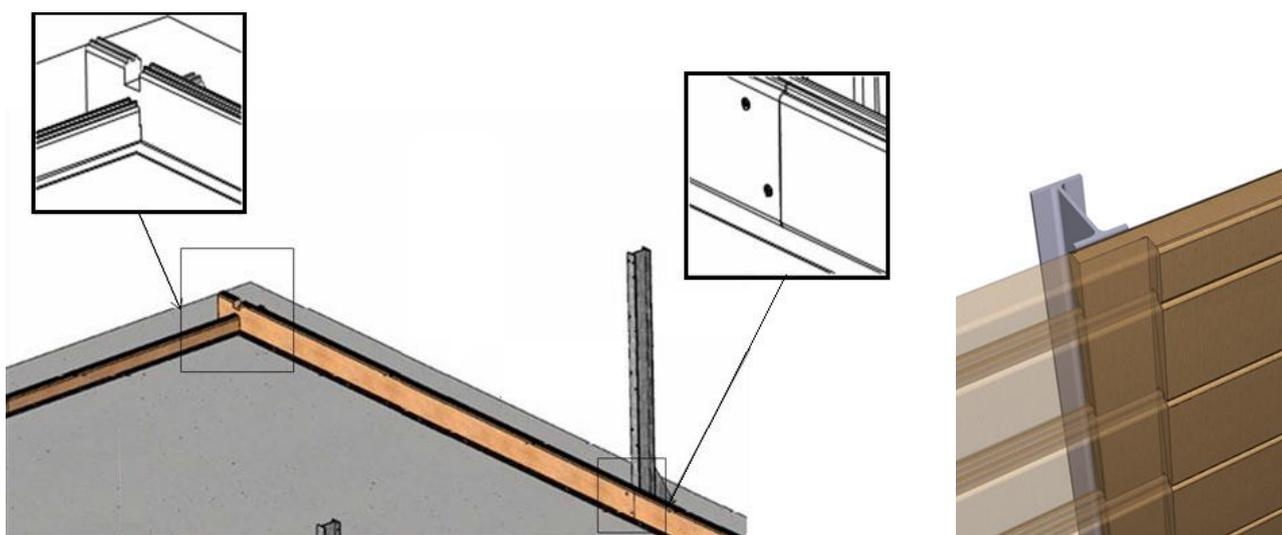

Abbildung 9 – Verkantung der Bohlen untereinander
- untereinander, wie in **Abbildung 9**, beschrieben mithilfe von 2 Schrauben pro Bohlenpaar und auf beiden Seiten mit einer Höhe von je 5 ½ Bohlen, also insgesamt 24 A4-Edelstahl-Senkkopfschrauben 5 x 40 mit Torx-Gewinde bis 25 mm (Beutel B).